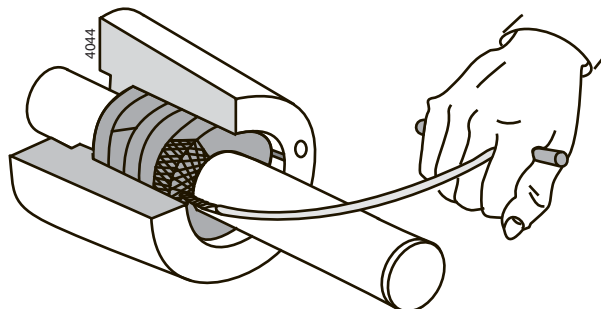

Bild 3: Borttagning av packboxtätningssringar.
- 3 Ta bort packningsflätan ur packningsrummet. Använd till detta ett speciellt packningsverktyg, se bild 3.